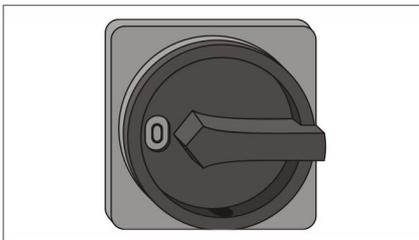

Abb. 32 Hauptschalter ausschalten
01. Die Hauptschalter Abb. 32 der folgenden Module in Stellung "0" drehen: